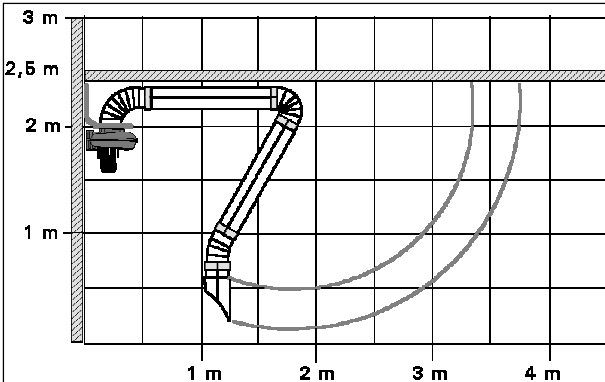

Fig. 1.02
- See fig. 1.02; fan 180° turned